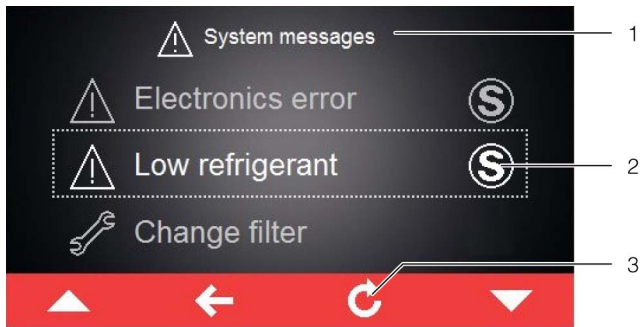

Bild 24: Bildskärm med felmeddelanden
Om ett felmeddelande föreligger, som inte kan åtgärdas av operatören själv och inte återställs av sig självt, visas bakom felmeddelandet samt i manöverpanelen bredvid symbolen för systemmeddelanden symbolen "Service" Ⓢ (bild 24, pos. 2).